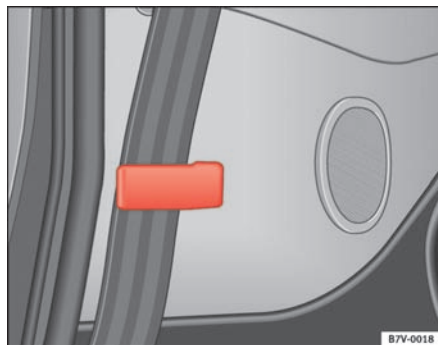

Fig. 20 Seleholder til de yderste sæder i 2. sæderække
- Før sikkerhedsselerne om bag holderen i sidebeklædningen ⇒ fig. 20, når sikkerhedsselerne til de yderste siddepladser på 2. sæderække tages af, så ryglænene kan lægges ned uden at beskadige selerne.